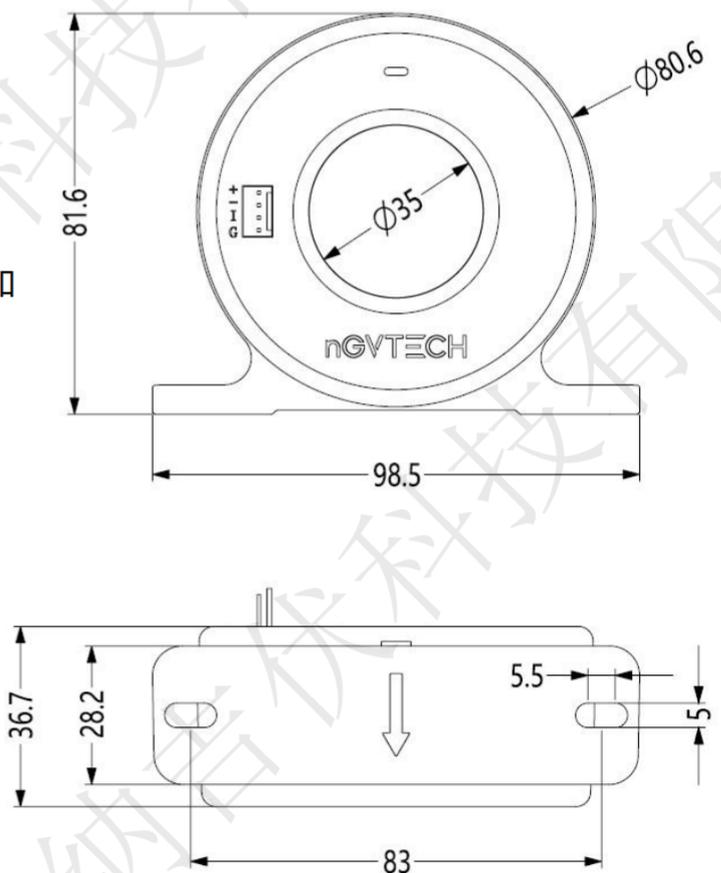

图 1
- 紧固点: 垂直方向 2 孔, 间距 83mm, 如图 1 所示。